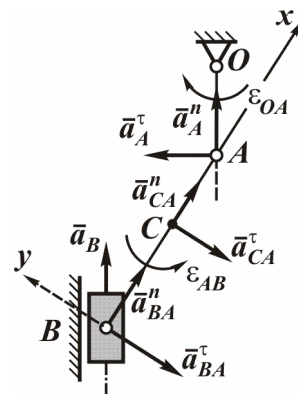

Рис. 12
2. Определяем ускорения точек B и C . Ускорение точки A складывается из касательного и нормального ускорений (рис. 12):